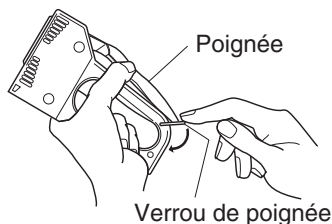

Figure 1
1. Tenez l'outil par la base et par la poignée. Appuyez sur la poignée pour réduire la tension exercée sur celle-ci. Faites glisser le verrou de la poignée (voir la Figure 1).